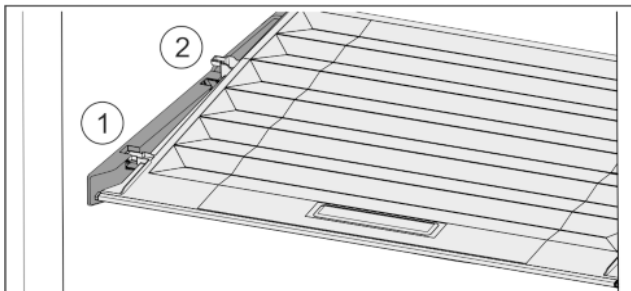

Fig. 30
- ▶ Кришку до отвору в деталях для підтримки потягнути вперед Fig. 30 (1).
- ▶ Підняти ззаду знизу та вийняти Fig. 30 (2) вгору.